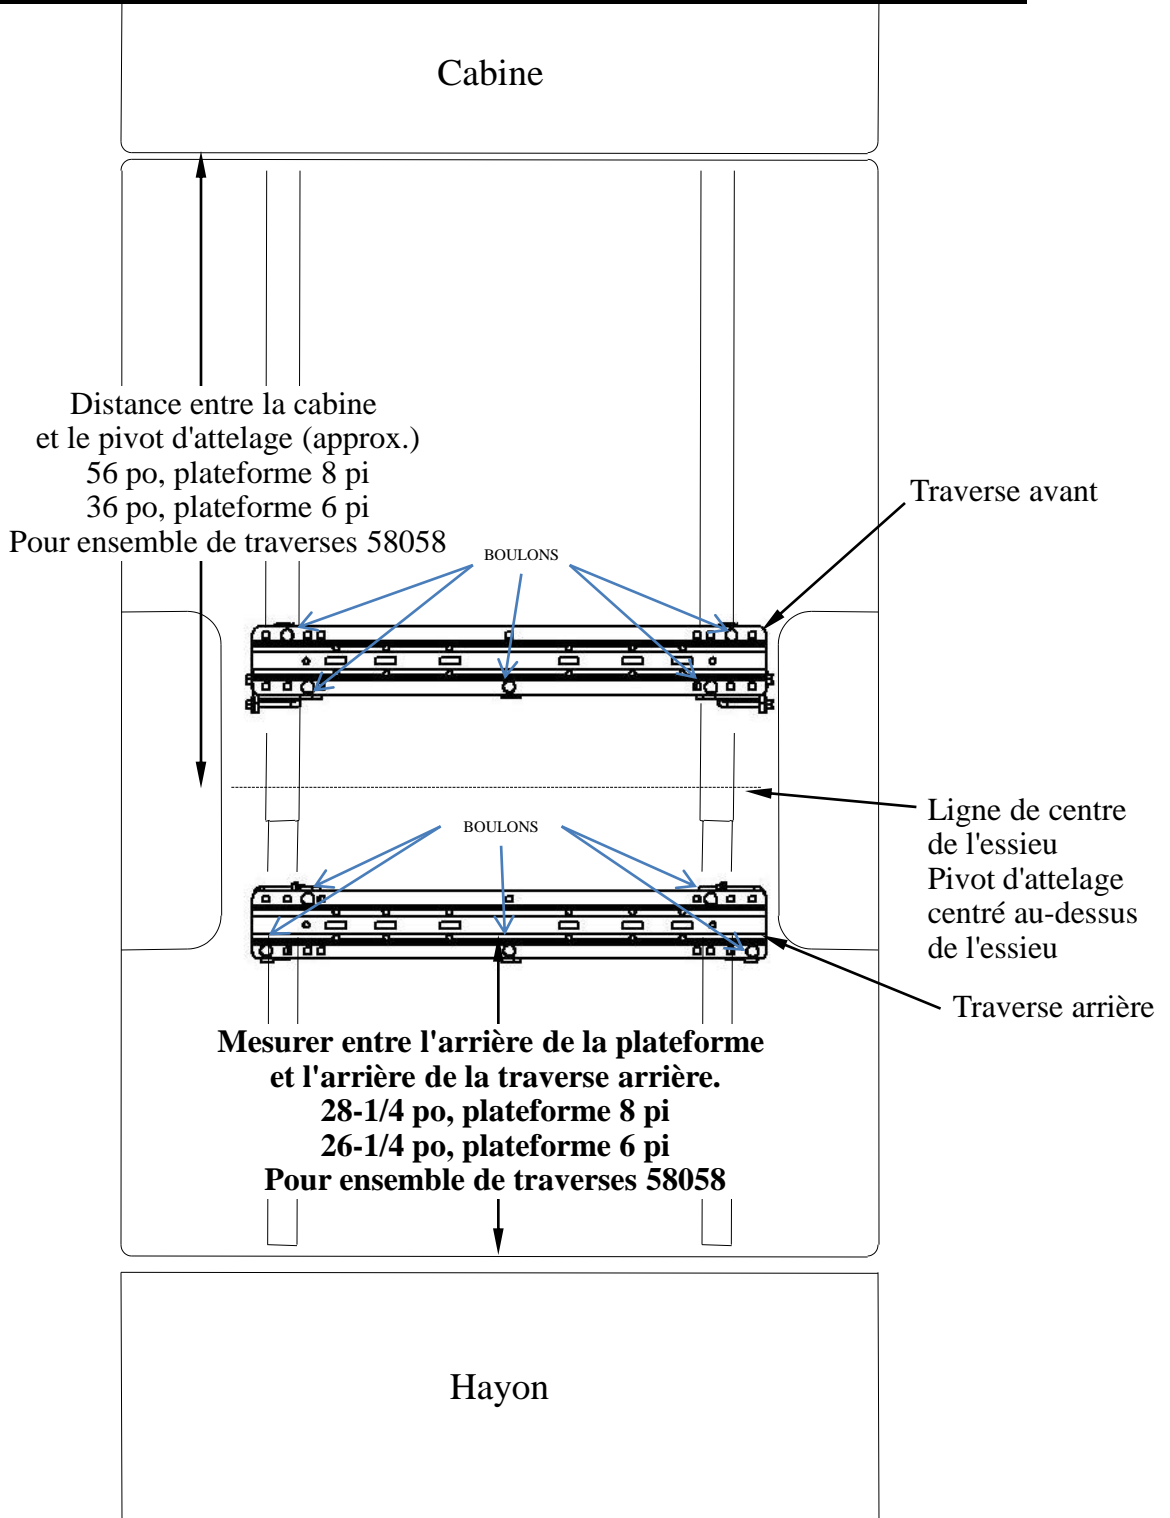

Figure 3
3. Placer la traverse de montage arrière dans la caisse de la camionnette. À l'aide du ruban à mesurer, centrer la traverse entre les joints de soudure sur la longueur du plancher de caisse, et déterminer la distance appropriée à partir du bord arrière de la caisse, comme illustré à la Figure 3 de la page 4.
4. Marquer l'emplacement des trous à l'aide d'un pointeau, comme illustré à la Figure 3. Écarter la traverse et percer chaque marque à l'aide d'une mèche 1/8 po. La rangée frontale de trous sur la traverse arrière doit passer à travers le support de plateforme.